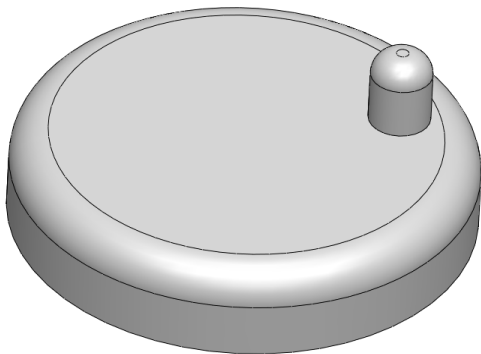

图 15-9 创建圆角特征
(9) 单击【确定】按钮, 即可创建圆角特征, 如图 15-9 所示。